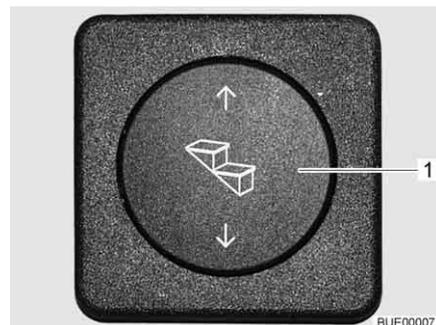

Fig. 9 Bouton poussoir marche pied
- Appuyer sur le bas du bouton-poussoir basculant (Fig. 9,1) et le maintenir pressé (pendant au moins 3 secondes) jusqu'à ce que le marche pied soit entièrement sorti.
- Appuyer sur le bouton-poussoir basculant (Fig. 9,1) vers le haut jusqu'à ce que le marche pied soit entièrement ressorti.